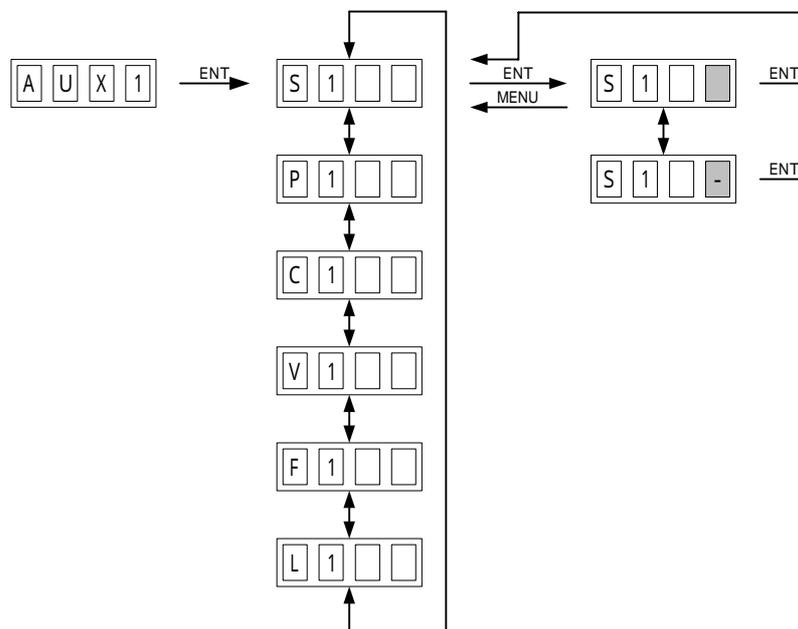

図4-5 表示器(「AUX」例)
- 1) メインメニューで「AUX1」を選択し、**ENTER**ボタンを押すと図4-5のような設定メニューが表示されます。ツマミを回して変更項目を選択し**ENTER**ボタンを押して項目を決定します。このとき、「 / - 」が点滅して変更可能になったことを示します。